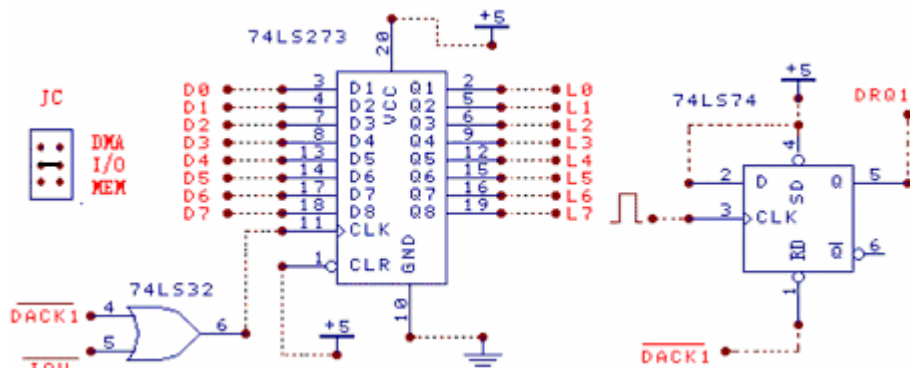

图14-2
2、用通用插座按图14-2连接好电路（74LS74利用实验台上的D触发器）。编程将主机内存缓冲区D4000H, 偏移量为0的10个数据，使用Demand Mode DMA方式从内存向外设传送。